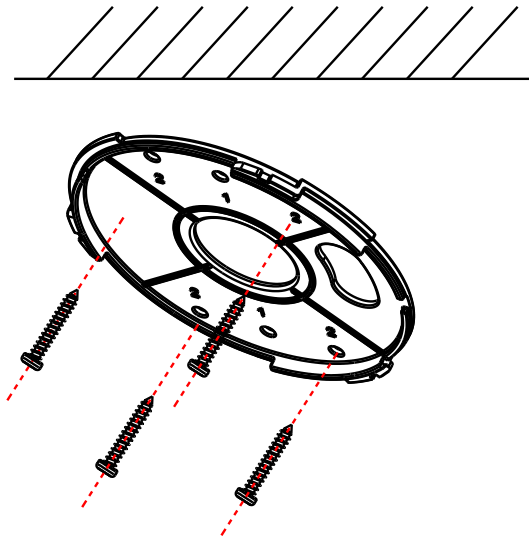

Рис. 2.2. Крепление монтажного основания к поверхности
4. Прикрепите монтажное основание к поверхности (см. Рис. 2.2).